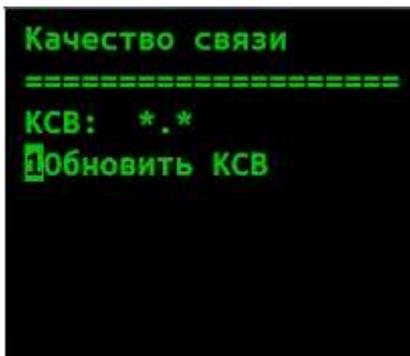

Рисунок 20 - Качество связи
6.1 Для получения значения КСВ (коэффициента стоячей волны) антенно-фидерного тракта необходимо перейти по пути меню «Главное меню» → «Диагностика» → «Диагностика связи» → «Качество связи». Если связь с модемом М-Линк установлена, но значение КСВ ещё не запрашивалось, то отобразится экран (рисунок 20). Для запроса значения КСВ необходимо нажать клавишу «1» на клавиатуре БИ МСУД.